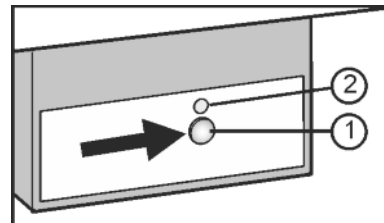

Fig. 9
- ▶ Nyomja meg az On/Off gombot Fig. 9 (1), hogy a LED Fig. 9 (2) világítson.